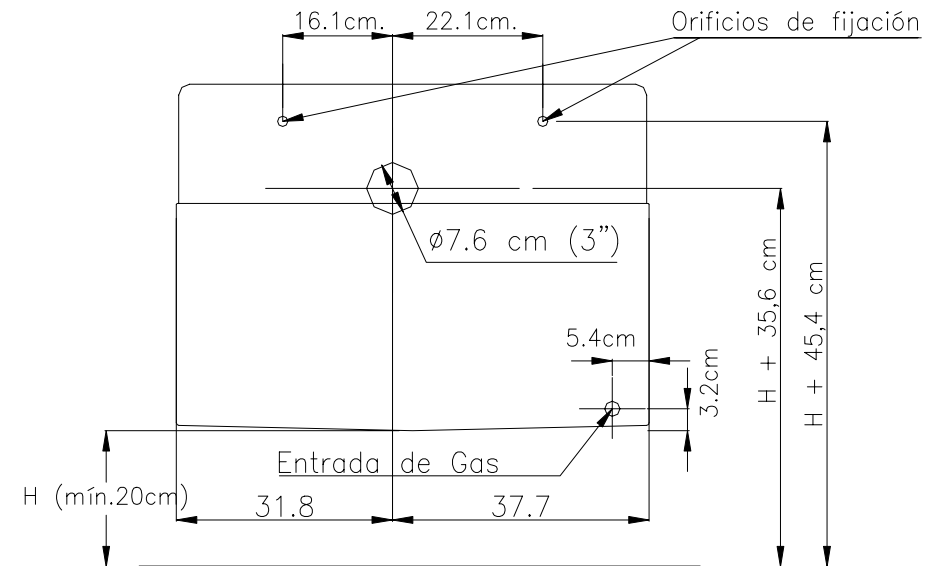

Fig. 3
- Conecte el artefacto a la red de gas, utilice caño de cobre de diámetro 5/16" de una longitud no mayor a 50 cm. para unir la toma de gas y la entrada del calefactor ubicada según la fig. 3.